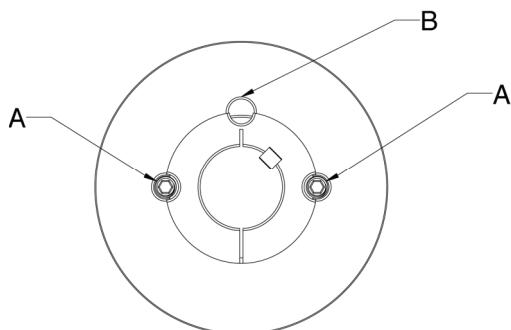

Рис. 31 Шкив с втулками № от 1008 до 3030
1. из отверстий, обозначенных буквой „A” (рис. 31 или 32) следует вывернуть винты с шестигранным гнездом